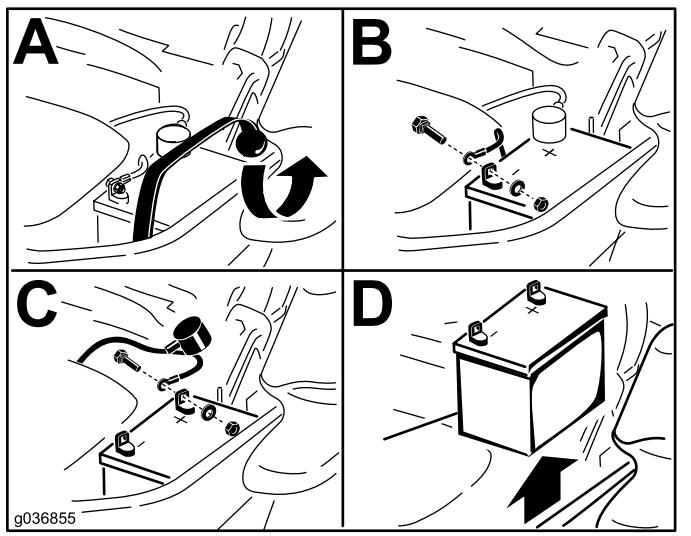

Рисунок 51
3. Снимите аккумулятор, как показано на Рисунок 51.
1. Установите аккумулятор в лоток так, чтобы клеммные штыри были расположены на противоположной стороне относительно гидравлического бака (Рисунок 51).
4. Закрепите кабели 2 болтами, 2 шайбами и 2 контргайками (Рисунок 51).
6. Закрепите аккумулятор с помощью резиновой ленты (Рисунок 51).